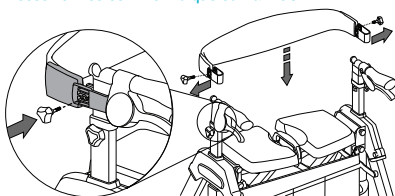

FIGURE 2
2. Dévissez les boutons de la sangle arrière et enclenchez-les sur les bras de la poignée, puis resserrez-les comme indiqué sur la FIGURE 2.